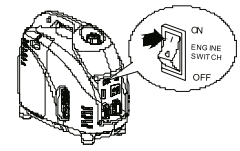

Рис. 16
- в)** Переведите выключатель зажигания в положение «ON» (Рис. 16).